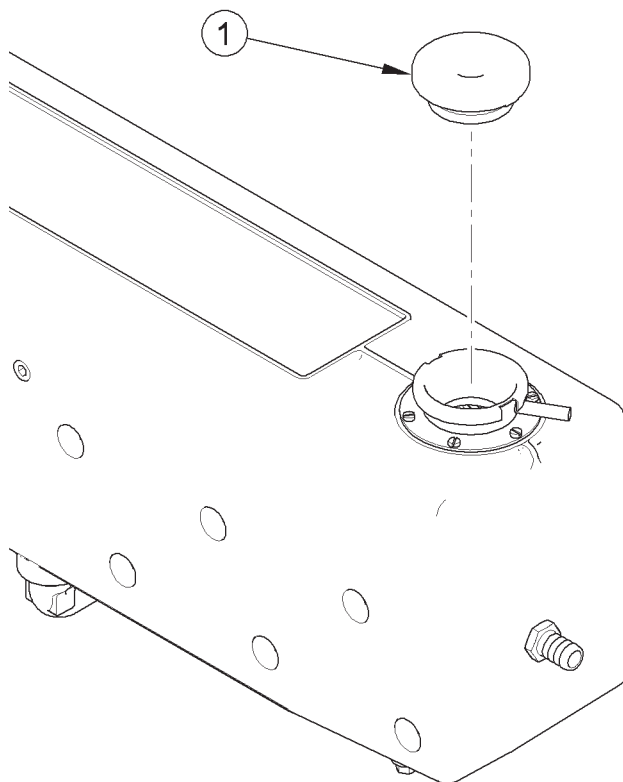

Figure 2
1. Retirez le bouchon de remplissage de liquide de refroidissement (Figure 2, repère 1).